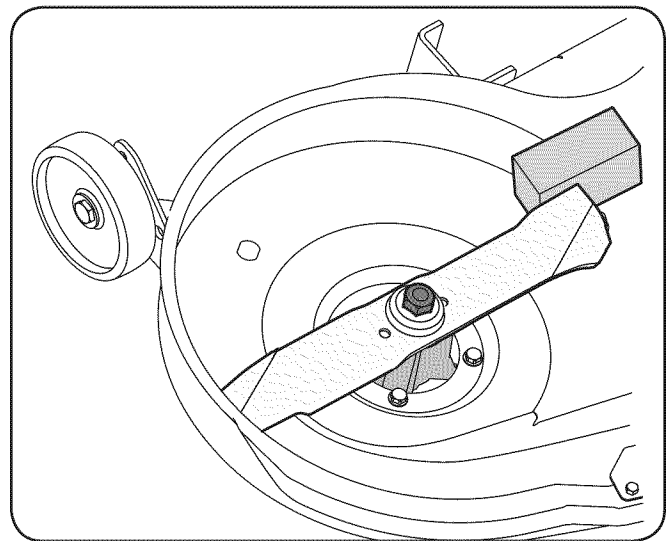

Figura 7-7
2. Coloque un bloque de madera entre el deflector del alojamiento central de la plataforma y la cuchilla de corte, para que actúe como estabilizador. Vea la Figura 7-7.
3. Extraiga la tuerca de brida hexagonal que asegura la cuchilla al montaje del husillo. Vea la Figura 7-7.